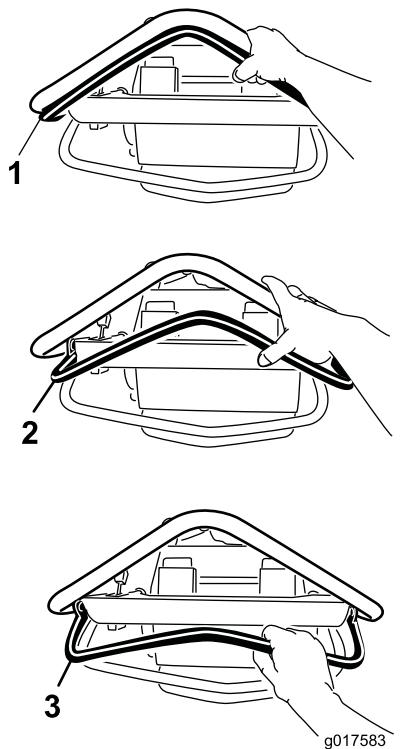

Bild 11
- Stellen Sie den Fahrantriebshebel nach vorne, um vorwärts zu fahren (Bild 11). Je weiter Sie den Hebel nach vorne drücken, je schneller fährt die Maschine.
- Ziehen Sie den Hebel nach hinten, um rückwärts zu fahren (Bild 11). Je weiter Sie den Hebel nach vorne ziehen, je schneller fährt die Maschine.
- Lassen Sie zum Anhalten den Steuerhebel los (Bild 11).